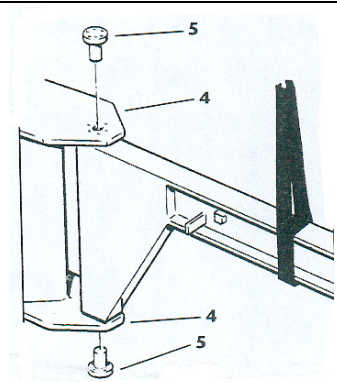

Fig.44
3. Insérer l'axe **5** sur la lyre **4** en haut et en bas pour aligner l'axe de rotation, après les avoir lubrifiés à la graisse (fig. 44).